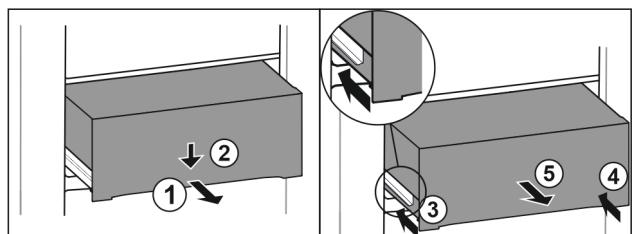

Fig. 105
- Витягніть ящик на половину. Fig. 105 (1)
- Спрямуйте висувний ящик вниз спереду. Fig. 105 (2)
- Вставте ліву рейку приблизно на 2 см. Fig. 105 (3)
- Вставте праву рейку приблизно на 2 см. Fig. 105 (4)
- Вийняти висувний ящик рухом вперед. Fig. 105 (5)